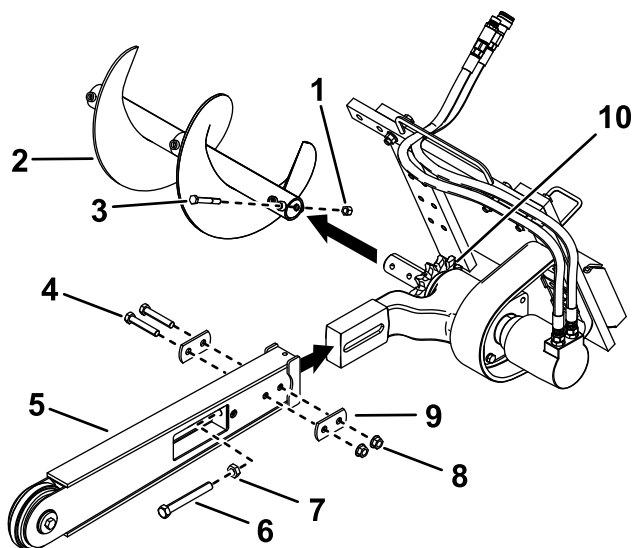

Figura 4
3. Remova o parafuso e porca que prendem a broca de detritos e retire a broca (Figura 4).
4. Retire os dois parafusos (5/8 x 3-1/2 pol.), duas porcas (5/8 pol.) e duas anilhas duplas das laterais da lança (Figura 4).
5. Desaperte o parafuso de ajuste e porca de retenção (Figura 4).